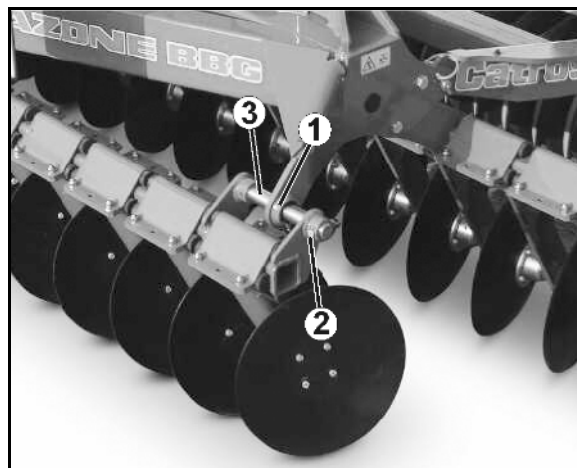

Рис. 61
Для замены подвижной опорной штанги (Рис. 61/1) поставьте разложенный агрегат так, чтобы не было нагрузки на подвижную опорную штангу.
1. Ослабьте резьбовое соединение (Рис. 61/2) смещающегося вала (Рис. 61/3).